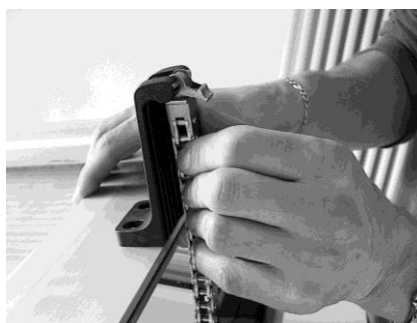

Рисунок 10
- X. Поверните исполнительный механизм на 90°, доведите терминал цепи до петли и вставьте штифт в канал последней петли. Подсоедините быстрый захват к тяге (Рис. 10).